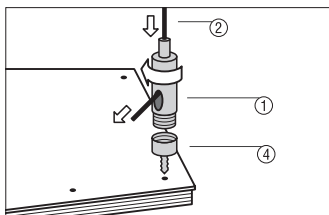
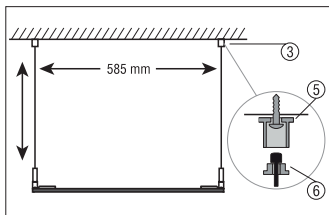

Рисунок 4.1
Рисунок 4.2
Установите 4 фиксатора троса по одному на каждый угол панели. Установите нижнюю часть фиксатора троса (4) на корпус панели с помощью винтов, как показано на Рис. 4.1. Соедините верхнюю часть фиксатора троса (1) с нижней (4). Вставьте трос в нижнюю часть держателя троса (6), Рис. 4.2. Нижний конец троса вставьте в фиксатор, предварительно нажав на стержень зажима, расположенный на конце фиксатора, и протяните трос через верхнее отверстие фиксатора Рис. 4.2. Пропустите трос через отверстие нижней части держателя и соедините обе части.
Подготовьте 4 отверстия в потолке на расстоянии 585 мм между центрами Рис. 4.2. Закрепите 4 верхние части держателя троса (5) на потолке при помощи саморезов. Отрегулируйте необходимую высоту подвеса светильника и зафиксируйте трос в декоративной панели при помощи зажима. Подключите питание к драйверу.